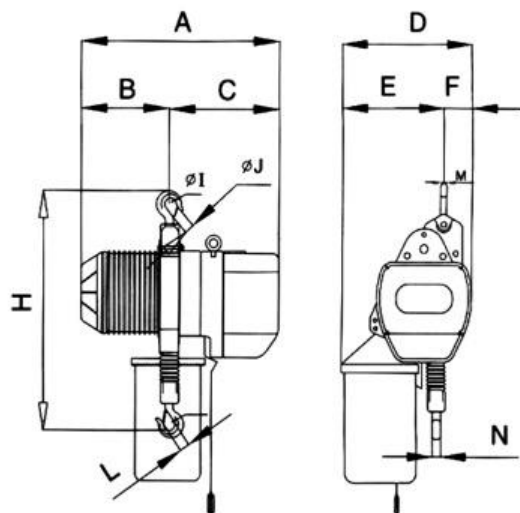

Рисунок 4. Габаритные размеры ННВД 0,5 – 7,5т.
**Габаритные размеры ННВД (см. рисунок 4, 5)**